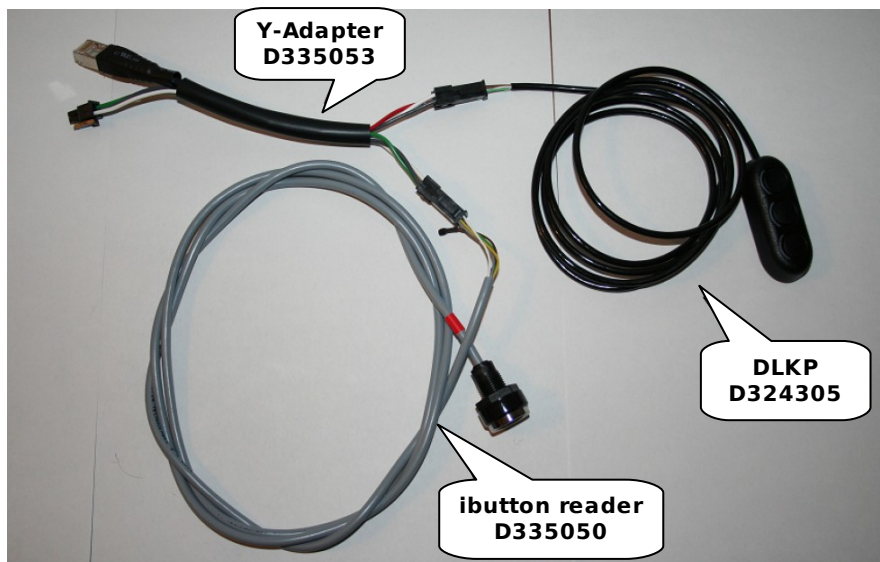

Abbildung 2
Abbildung 2 zeigt das optionale Zubehör:
3. Der iButton Reader und der DLKP muss an BUS1 und COM2 mit dem Y-Adapterkabel (D335053) angeschlossen werden. Wichtig: Stellen Sie die Verbindung wie in Abbildung 2 und 3 dargestellt her.